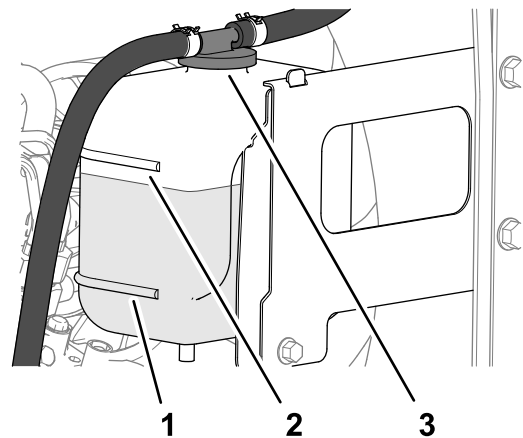

Figura 103
3. Verifique o nível de líquido de arrefecimento do depósito secundário (Figura 103).